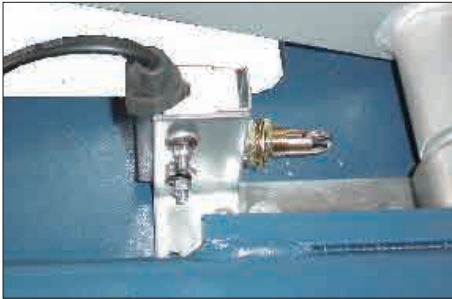

図 18 (補助機械リミットスイッチ)
- 1) 切り替えスイッチを「補助機械」のところに置き、上昇ボタンを押して補助機械のテーブルを 450mm に上昇させ、リミット S02 動作を調整します (図 18 を参照)